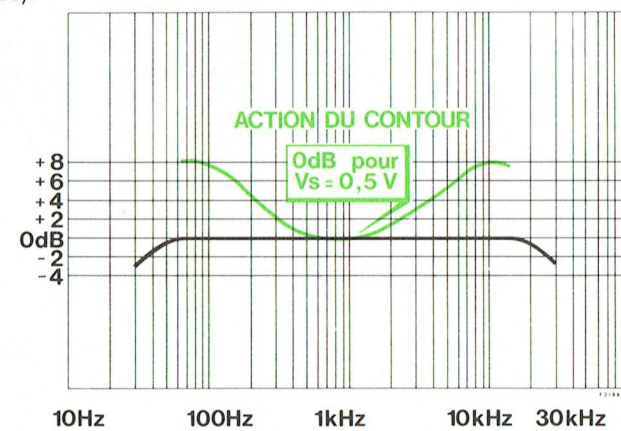

Fig. 7
- Les rapports de V_s en fonction de la fréquence, à la tension V_s pour $f = 1 kHz$ sont donnés à la figure 7.